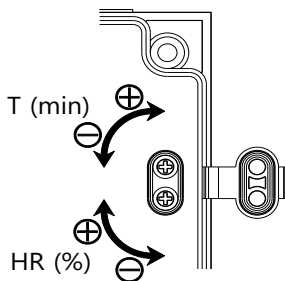

Fig.10
Регулировка значения влажности осуществляется при помощи потенциометра , который размещен в плате с печатной схемой (рис.10) после снятия решетки (1):
- Для регулировки устройства выдержки времени необходимо повернуть потенциометр “ ”, который размещен в плате с печатной схемой (рис.10):